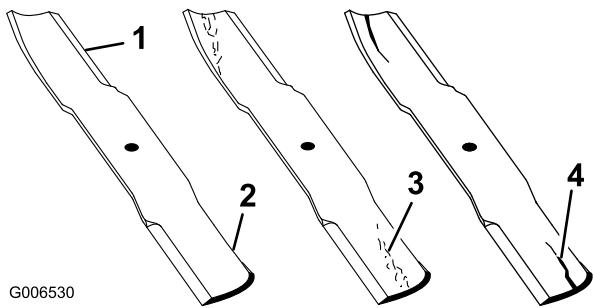

Bild 56
1. Untersuchen Sie die Schnittkanten (Bild 56). Entfernen und schärfen Sie die Messer, wenn die Schnittkanten nicht scharf sind oder Auskerbungen aufweisen. Siehe Schärfen der Messer“.
2. Prüfen Sie die Schnittmesser, insbesondere den gebogenen Bereich (Bild 56). Wenn Sie Schäden, Verschleiß oder Rillenbildung in diesem Bereich feststellen (Bild 56), sollten Sie sofort ein neues Schnittmesser einbauen.